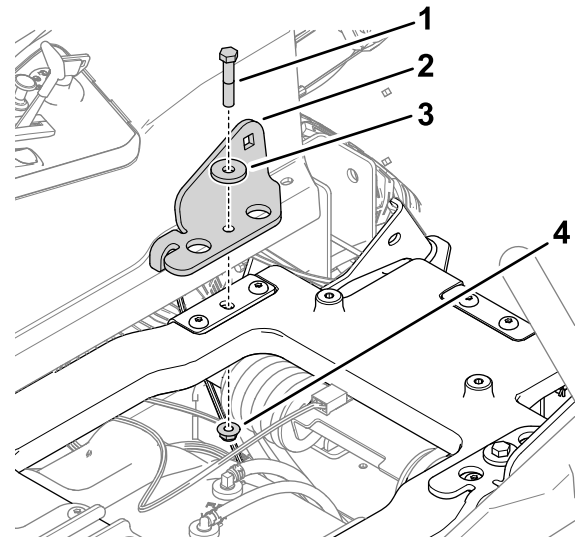

Figura 7
- Instale los soportes del cinturón de seguridad en la plataforma del asiento con 2 pernos parcialmente roscados ($\frac{3}{8}$ " x 2"), 2 arandelas y 2 contratueras ($\frac{3}{8}$ "), como se muestra en la Figura 7. Repita el procedimiento en el otro lado.